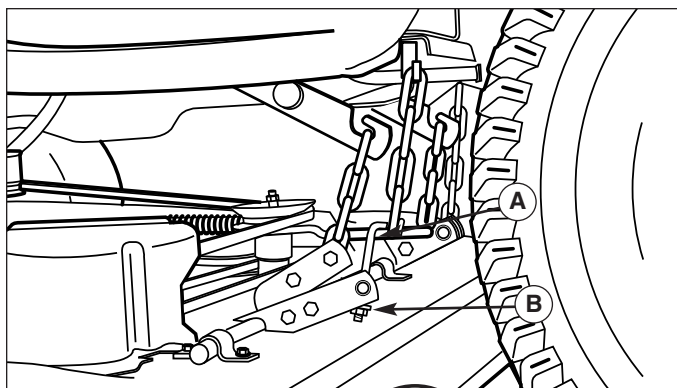

Figure 51. Mise à niveau latérale de la tondeuse - Modèles de crochets en forme de J
5. Voir la Figure 51. Tenir le crochet en forme de J (A), tourner le contre-écrou (B). Tourner le contre-écrou (B) pour lever ou abaisser le côté gauche de la tondeuse.